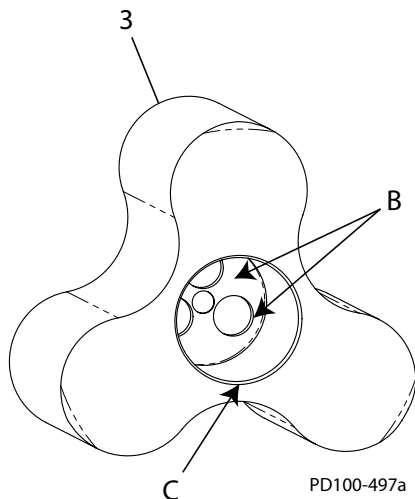

Abb. 55 - Einzelheiten des Rotors
1. Die Wellenbohrung der Rotoren (Abb. 55, Einzelheit 3) muss sauber und frei von Graten und Fremdkörpern sein (Abb. 55, Einzelheit B). Die Fase an der Wellenbohrung des (Pos. C) muss gratfrei sein, um eine Beschädigung des O-Rings zu vermeiden.